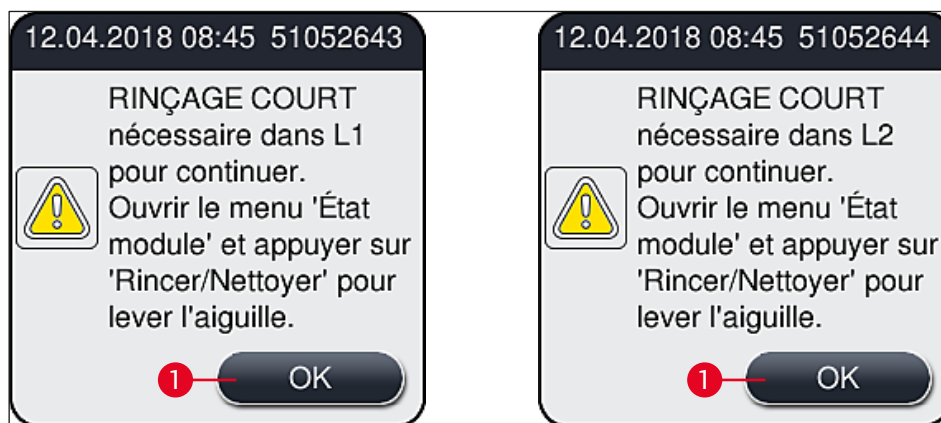

Fig. 51
- ① Quand la phase d'initialisation est terminée, le menu principal (→ Fig. 19) apparaît à l'écran et l'utilisateur est informé (→ Fig. 51) qu'un **Rinçage court** est requis pour la ligne de recouvrement des lamelles utilisée. Accusez réception des messages en appuyant sur **OK** (→ Fig. 51-1) et suivre les instructions qui s'affichent (→ P. 122 – 7.3 Préparation du système de tuyaux pour le rinçage et le nettoyage).